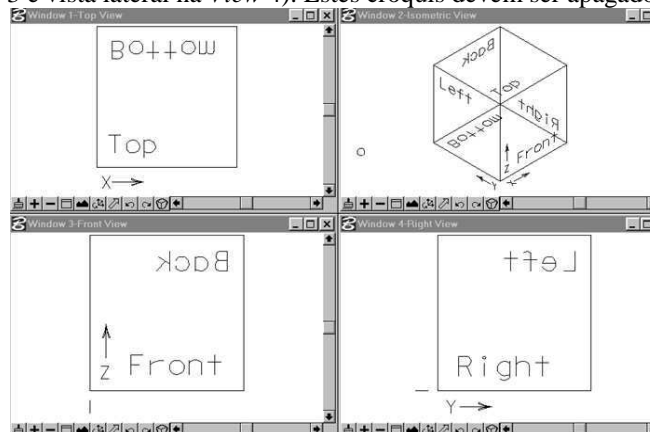

Figura 44 - Croquis das vistas disponíveis no arquivo gráfico 3D
a) Crie um arquivo usando o **SEED3D**. Observe que, ao criar um arquivo 3D, são abertas quatro janelas de visualização que contêm croquis informativos sobre os eixos de visada (vista de topo na *View 1*, vista isométrica na *View 2*, vista frontal ou de fundos na *View 3* e vista lateral na *View 4*). Estes croquis devem ser apagados (Figura 44).